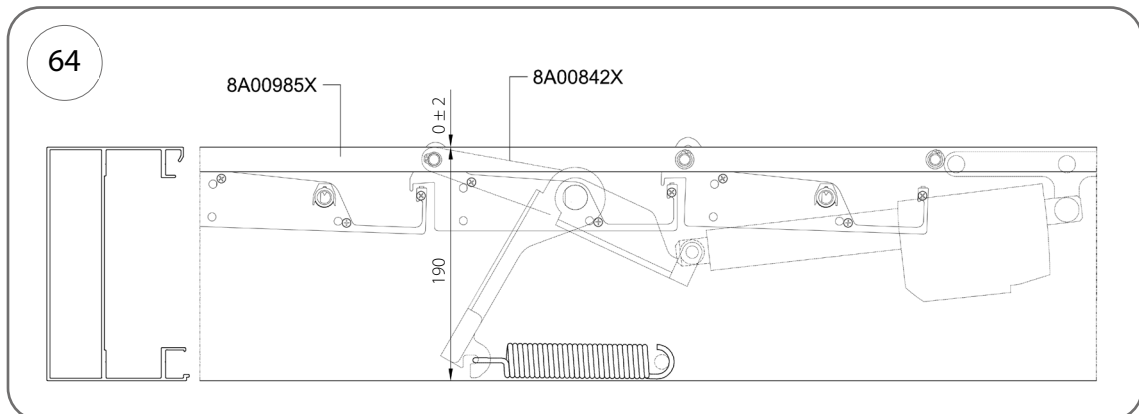

Fig. 64
3. Réglez la position de fin de course fermée conformément à la fig. 64.